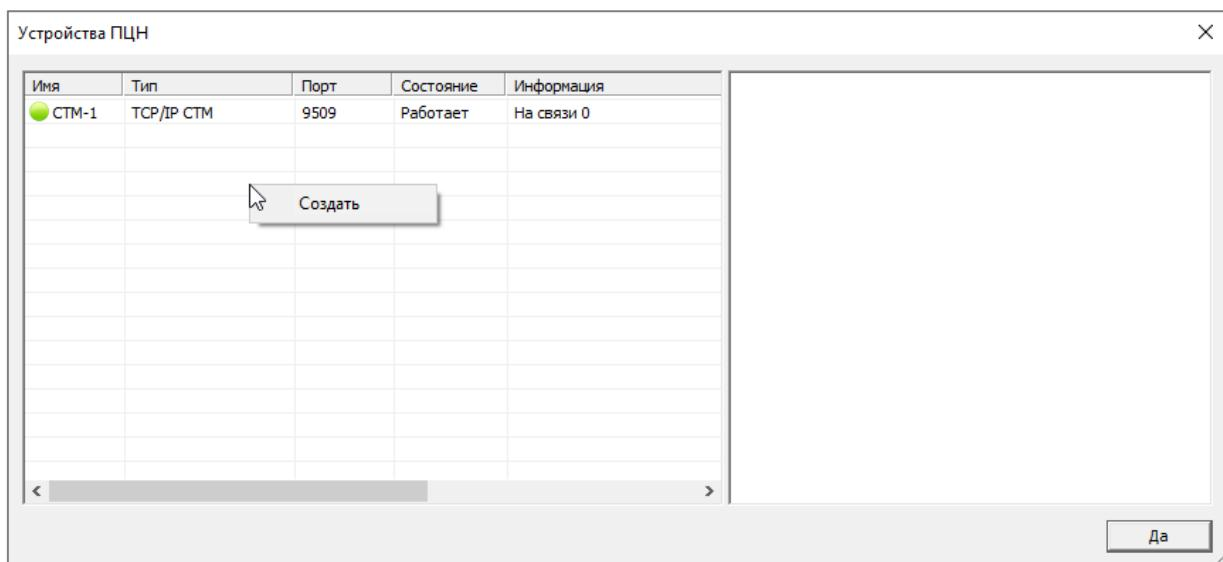

Рисунок 5.1 — Окно Устройства ПЦН
- 3) В открывшемся окне *Устройства ПЦН* щелкните правой кнопкой мыши по свободному месту и в контекстном меню выберите *Создать* (см. рисунок 5.1).